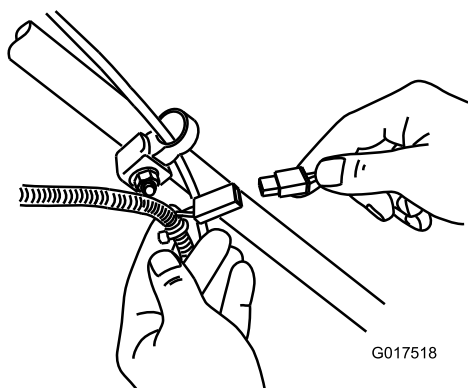

Figura 31
1. Collegate il caricabatterie al cablaggio preassemblato del tosaerba, sotto la chiave di accensione (Figura 31).